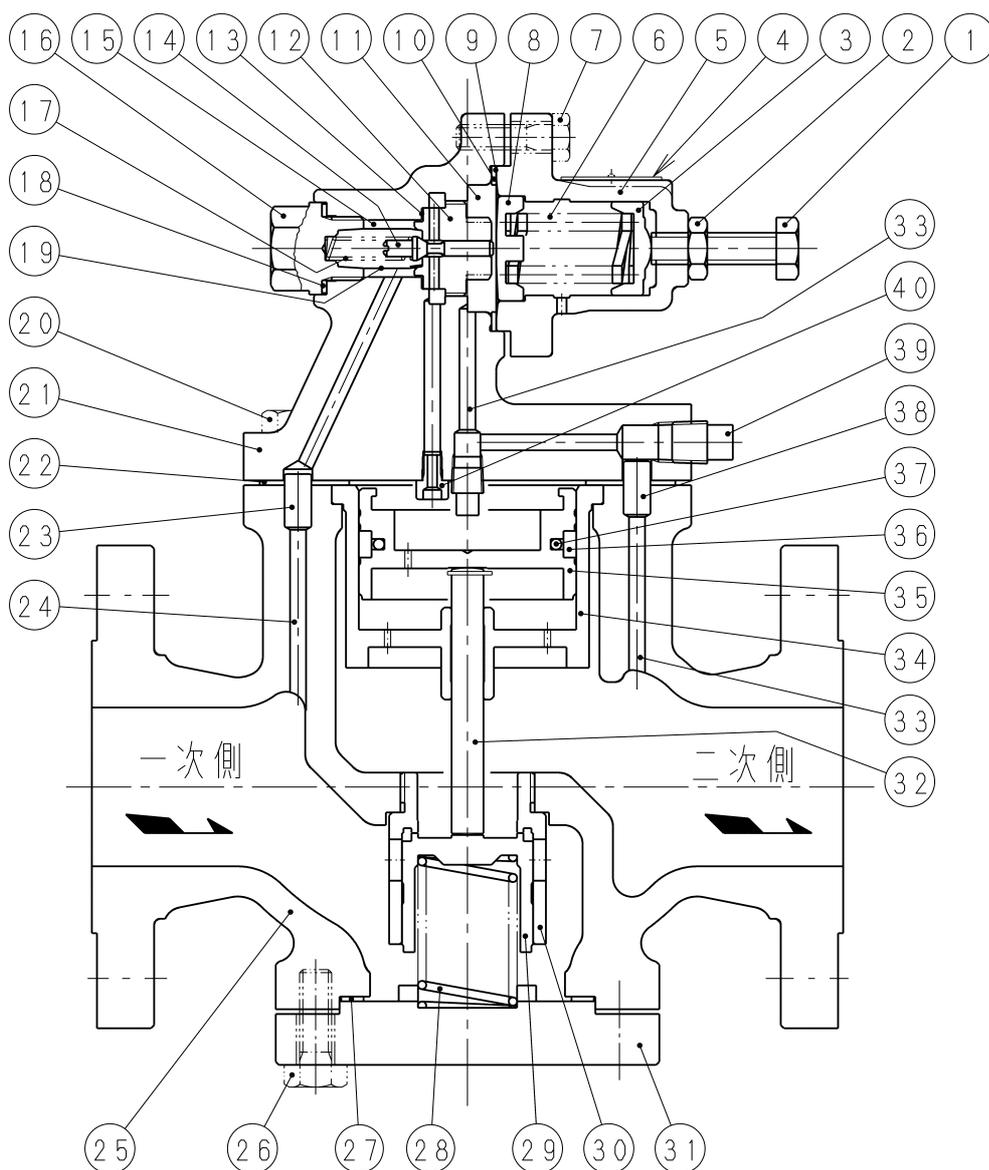

図1 構造図
<ul style="list-style-type: none"><li>● オンオフ弁が閉弁しますと、蒸気ドレンが発生し蒸気配管中に充満します。 この状態でオンオフ弁を開弁しますと、スチームハンマーが発生し、減圧弁の弁箱が破損することがありますので、必ずスチームトラップを設置すること及びオンオフ弁をゆっくり開閉してください。</li><li>● 分解に際して、まず配管中の蒸気を完全に抜去する必要があります。蒸気を止められない場合は、バイパス運転に切り換え、減圧弁前後の止め弁を完全に閉じ、減圧弁内の残存蒸気は図1の上部ふた(21)の六角ボルト(20)を僅かに緩めて放出します。この時、蒸気が吹出す恐れがありますので、火傷やけがにはご注意ください。</li></ul>
- 図1の下部ふた(31)を外す際は、六角ボルト(26)を少し緩め減圧弁内の残留ドレンを完全に排出します。残留ドレンは熱いので火傷しないようご注意ください。